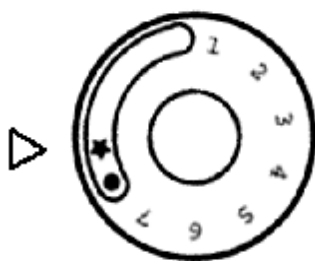

Рисунок 5
2.3.5 Ручка управления переводится в положение «Искра» (рисунок 5).